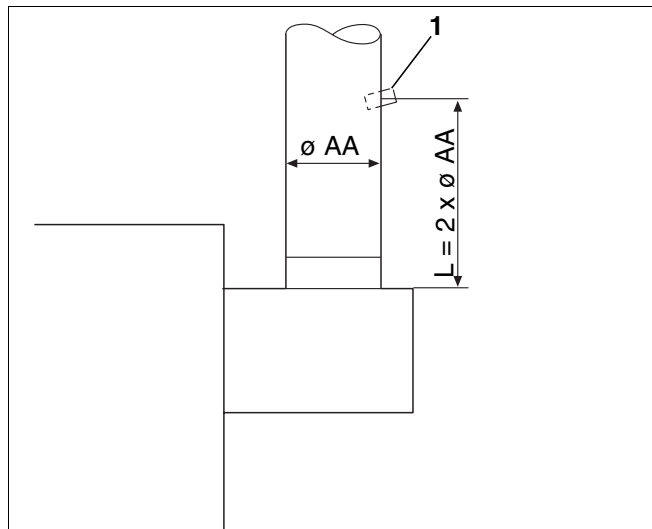

Fig. 31 Înregistrarea valorilor măsurate
Pentru următoarele măsurători, trebuie să aveți puncte de măsură în conducta de gaze arse (Fig. 31, **Poz. 1**). Distanța de la siguranța de tiraj trebuie să corespundă unui diametru dublu (AA).
- Locul de măsurare în țeava gazelor de evacuare (Fig. 31, **Poz. 1**) trebuie stabilit pe partea indicată a cazanului de încălzire. Astfel se va face o gaură cu un diametru de 8 mm în conducta de gaze arse.